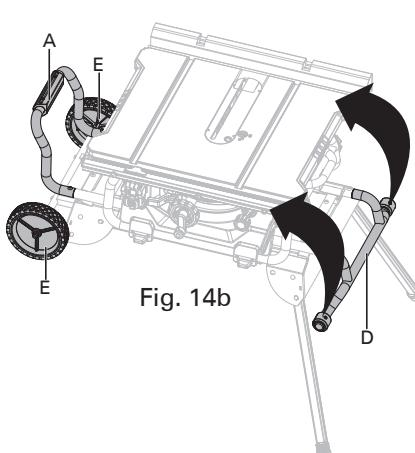
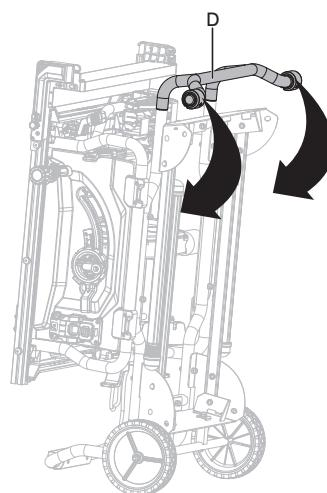
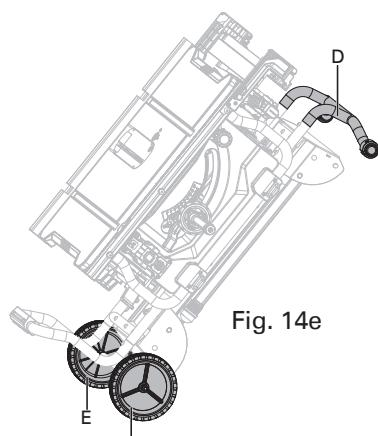

Fig. 14b
Fig. 14d
Fig. 14e
- Saisir l'ensemble de soutien du socle (A) et le soulever jusqu'à ce que deux autres pieds d'appui (B) (situés sur le côté de la roue) se détachent du sol, puis déplier deux pieds d'appui (B). Pour ce faire, pousser les goupilles de sécurité (C) jusqu'à ce qu'elles libèrent les pieds d'appui (B) des trous, puis balancer les pieds d'appui (B) vers le haut jusqu'à ce qu'ils s'enclenchent avec les goupilles de sécurité (C) engagées dans les trous.
- Saisir la poignée I (D) et incliner la scie en arrière sur les roues jusqu'à ce que le socle soit en équilibre sur les roues (E) et l'ensemble de soutien du socle (A). (Fig. 14b-14c)
- Replier les deux autres pieds d'appui (F). Pour ce faire, pousser les goupilles de sécurité (G) jusqu'à ce qu'elles libèrent les pieds d'appui (F) des trous, puis balancer les pieds d'appui vers le bas jusqu'à ce qu'ils s'enclenchent avec les goupilles de sécurité (G) engagées dans les trous.
- Saisir fermement la poignée I (D) et incliner la scie vers soi, pousser la scie sur l'emplacement souhaité (Fig. 14e) puis ouvrir le socle ou ranger la scie (Fig. 14d & 14f) dans un endroit sec.